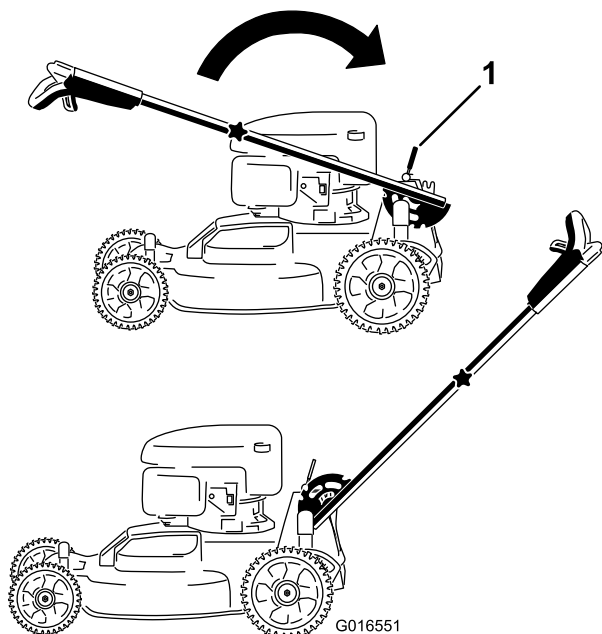

Figura 4
- Gire el manillar superior hasta que se acople al manillar inferior (Figura 3) y apriete ambos pomos del manillar para bloquear el manillar superior en su lugar (Figura 4).
2. Suelte la palanca de bloqueo del manillar (Figura 4).
3. Tire del manillar hacia atrás y bloquéelo en esa posición (Figura 4).